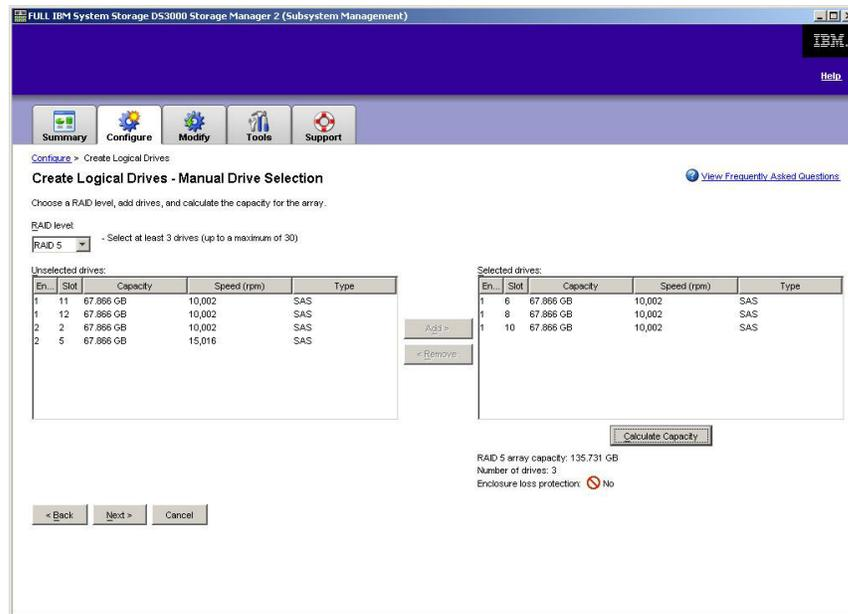

Figura 15. Área de selección manual de unidades
- Quando se visualice el área **Manual Drive Selection**, como puede verse en la Figura 15 en la página 93, seleccione el nivel de RAID. Seleccione las